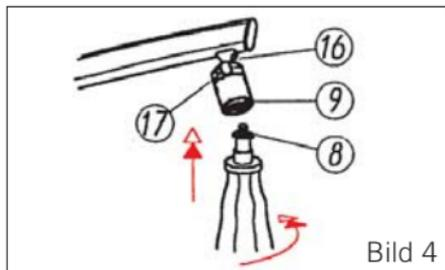

Bild 4
(Bild 4)
Bei Neigungswinkeln über 30° mit dem Kugelhals (16) (Bild 4) in die Aussparung (17) einfahren.
- geschlossenen Schirm leicht anheben und mit 1/4 Drehung im Gegenuhrzeigersinn aus der Gelenkhöhlung ⑨ (Bild 4) herausdrehen.
- Wiedereinsetzen in umgekehrter Reihenfolge (Bild 4).